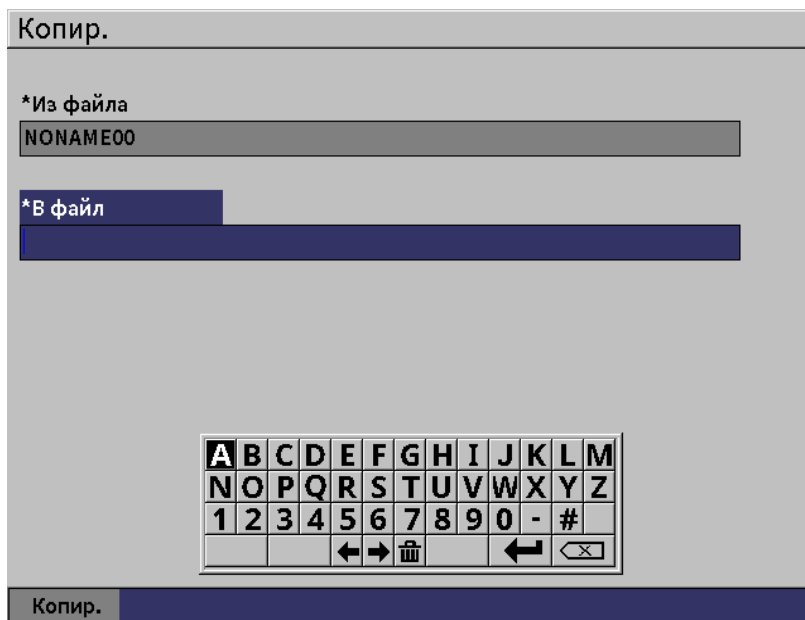

Рис. 9-15 Страница настройки Копировать
2. Нажмите клавишу Enter, чтобы открыть страницу **Копир.** (см. Рис. 9-15 на стр 125).